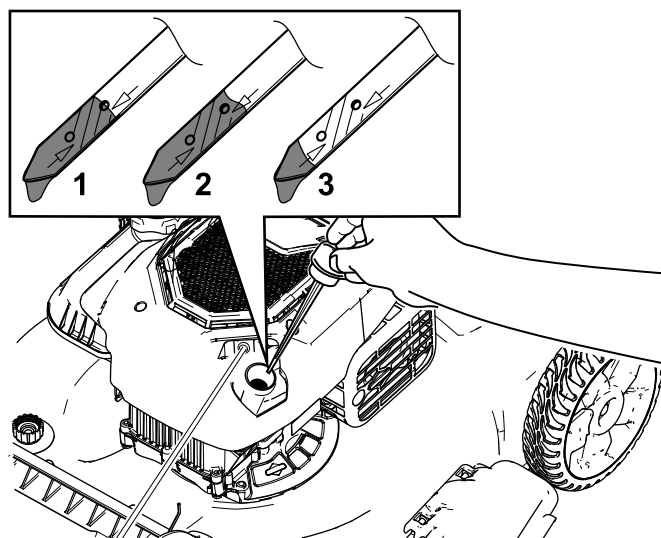

Figure 12
2. Retirez la jauge et essuyez l'extrémité sur un chiffon propre, puis remettez-la dans le tube de remplissage (Figure 12).
3. Ressortez la jauge et vérifiez le niveau d'huile à son extrémité (Figure 12).